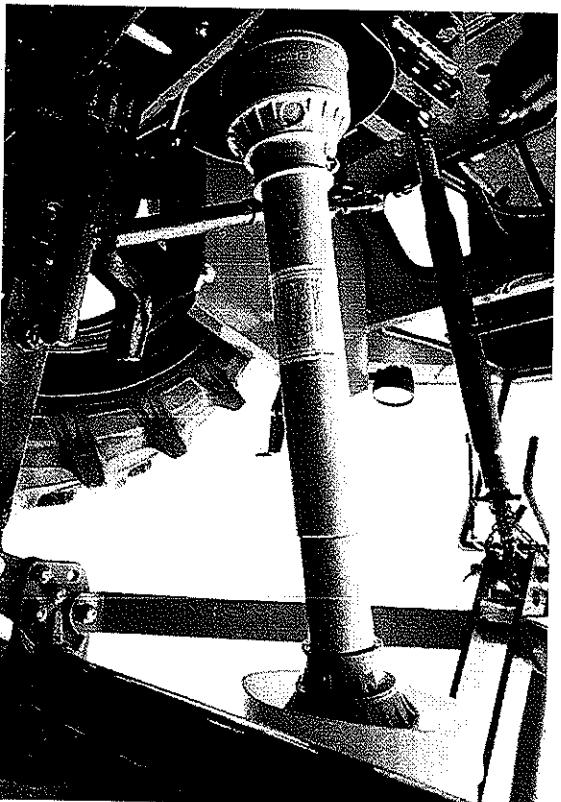

fig.2
2) **A trattore spento**, accoppiare la presa di forza al multiplicatore dell'alternatore mediante il giunto cardanico (fig.2). Verificare la buona esecuzione, onde evitare che si possano creare vibrazioni anomale nel funzionamento a regime, che possono portare ad un cattivo funzionamento del gruppo ed a situazioni di pericolo per l'utilizzatore finale.
2) Schließen Sie bei abgeschaltetem Traktor die Zapfwelle mit Hilfe des Kardangelenks am Übersetzungsgetriebe des Drehstromgenerators an (Abb.2). Überzeugen Sie sich von der einwandfreien Ausführung, um störende Vibrations bei normalem Betrieb zu vermeiden, die den Betrieb des Aggregats beeinträchtigen und zu Gefahrensituationen für den Endnutzer führen könnten.
2) **When tractor is turned off**, couple the Power Take Off to the gear box by mean of a universal PTO drive shaft (fig.2). Always check that coupling has been properly made in order to avoid that anomalous vibrations begin causing a not correct work and a possible danger for the final User.
2) **Lorsque le tracteur est complètement arrêté**, accoupler la prise de force au multiplicateur de l'alternateur, au moyen d'un accouplement à cardan (fig.2). Vérifier que l'accouplement est parfait afin d'éviter que des vibrations anormales se produisent lors du fonctionnement à régime, vibrations qui pourraient provoquer un mauvais fonctionnement du groupe et représenter des situations de danger pour l'utilisateur final.